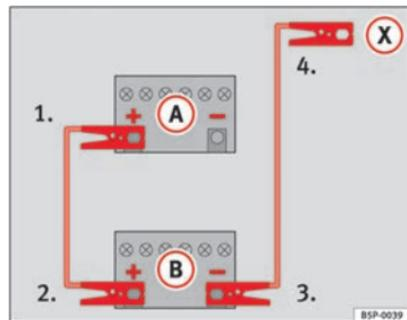

Fig. 214 Esquema de conexión para vehículos sin sistema Start-Stop.
2. Emborne un extremo del cable *rojo* de emergencia al polo positivo (+) del vehículo con la batería descargada (A) ⇒ fig. 214.
3. Emborne el otro extremo del cable *rojo* de emergencia al polo positivo (+) del vehículo que suministra la corriente (B).
4. **En los vehículos sin sistema Start-Stop:** Emborne un extremo del cable *negro* de emergencia al polo negativo (-) del vehículo que suministra la corriente (B) ⇒ fig. 214.